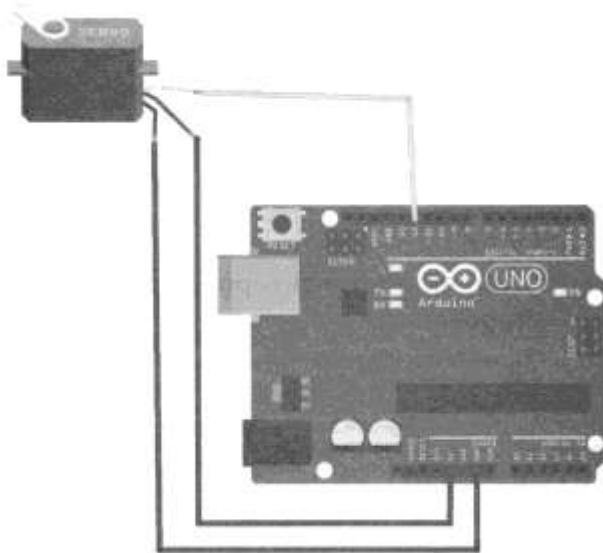

Рис. 4.17. Подключение сервомотора к контроллеру Arduino UNO
Язык программирования в проекте Arduino, является объектно-ориентированным. Объекты — это сложные структуры, которые имеют оригинальное название, могут включать в себя как переменные, так и функции. Фактически, объекты созданы для удобного обращения к сложным структурам. Например, когда программно подключаем сервомотор, то подключаем сначала библиотеку (`#include <servo.h>`), а затем создаем объект `servomotor` (листинг 4.10). Естественно, что при этом управляющий контакт сервомотора должен быть физически подключен к порту Arduino, и на мотор подано электропитание (рис. 4.17).
1. Соберите схему, представленную на рис. 4.17